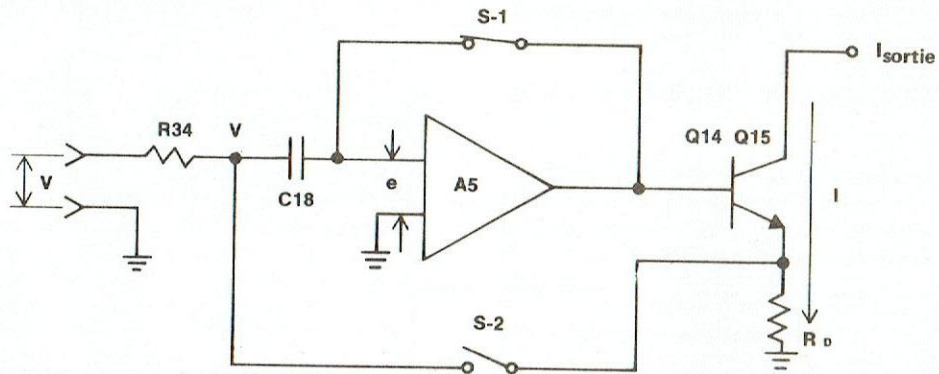
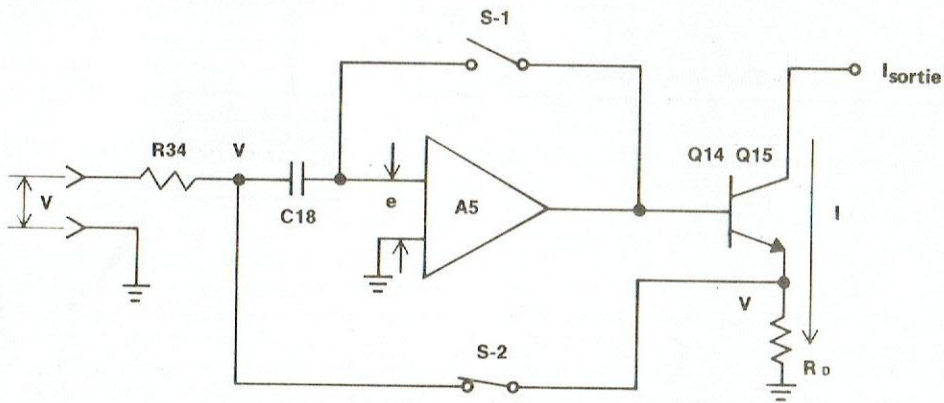

Figure 4-2 AMPLIFICATEUR D'ENTREE - COMMUTATEUR FERME
Figure 4-3 AMPLIFICATEUR D'ENTREE - COMMUTATEUR OUVERT
Les figures 4-2 et 4-3 sont des schémas simplifiés de cet amplificateur.
4.18 L'état normal de l'amplificateur (au repos) entre les mesures est le suivant : l'interrupteur S.1 est fermé et l'interrupteur S.2 est ouvert. Voir figure 4-2. L'amplificateur, A5, est un amplificateur opérationnel intégré à très grand gain. Pour les besoins de notre explication, nous supposons ici que son gain est infini, et qu'il existe à son entrée une très faible tension résiduelle, de l'ordre de quelques centaines de micro-volts.
4.19 Dans les conditions de la figure 4-2, la tension à la sortie de l'amplificateur sera égale à la tension à son entrée. Cette tension est essentiellement nulle et le transistor monté à la sortie est maintenu bloqué. Le courant I est donc nul. La tension d'entrée V est appliquée au condensateur d'arrêt C18.
4.20 Supposons, qu'avec une tension d'entrée V constante, l'état des interrupteurs S1 et S2 soit soudain changé : on obtient l'état de la figure 4-3 où S1 est ouvert et S2 est fermé. Parce que l'émetteur du transistor est à la masse quand S2 se ferme, que Rd est une résistance beaucoup plus faible que R34, la tension devant le condensateur d'arrêt C18 commence subitement à décroître. Une impulsion négative traverse ce condensateur, est amplifiée par A5 dont la tension de sortie croît brutalement. Le transistor se débloque, le courant d'émetteur à travers Rd augmente jusqu'à ce que l'amplificateur A5 revienne à son état initial, la tension résiduelle "e" se retrouvant à son entrée. Pendant que l'amplificateur élève la tension aux bornes de Rd jusqu'à V, son impédance d'entrée est très grande, parce que S1 est maintenant ouvert. Pendant ce même temps la capacité C18 ne peut pas se charger ou se décharger à travers cette grande impédance. Quand A1 retourne à son état initial, la charge du condensateur C18 n'a pas changée et la tension à ses bornes est encore V. Supposons que l'interrupteur S2 soit un interrupteur parfait et qu'il n'y ait pas de chute de potentiel à ses bornes, alors la tension V apparaît aux bornes de Rd. Un courant que nous appellerons le courant de sortie I, proportionnel à la tension V, circule donc à travers Rd. Ce courant I est aussi le courant de collecteur du transistor de sortie, si nous supposons que le gain en courant, bêta, est extrêmement grand et que le courant de base est essentiellement nul.
4.21 Les interrupteurs conservent les positions de la figure 4-3 pendant le temps de conversion T1 (temps d'échantillonnage et d'intégration). Parce qu'on n'a plus besoin du courant I après le temps T1, les interrupteurs sont remis dans les positions de la figure 4-2. La fermeture de S1 rend nulle la tension à la sortie de l'amplificateur A5. La tension aux bornes de Rd tombe et s'annule. Et, bien sur, le courant de sortie, I, fait de même.